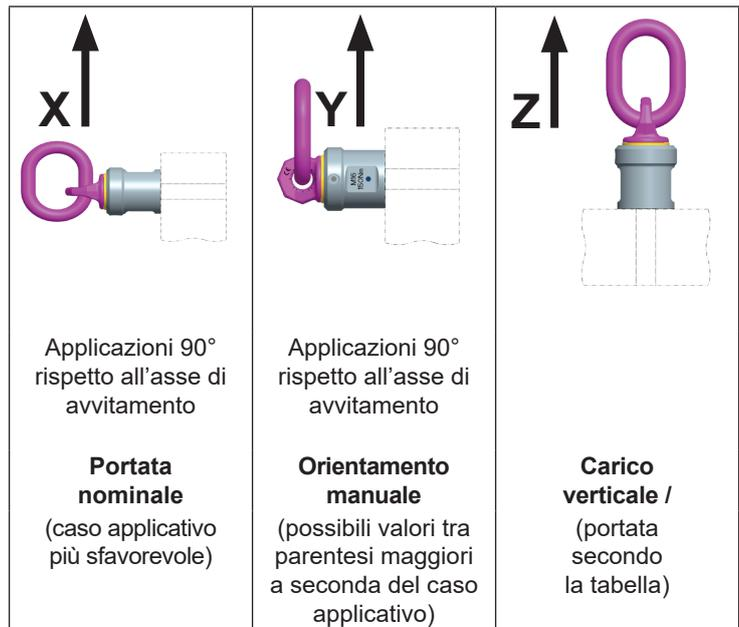

Fig. 9: Direzioni di carico
- Sul componente è indicata la portata nominale. La portata nominale corrisponde al caso applicativo più sfavorevole (vedi Fig. 9 – fig. X).
- Con una rotazione inferiore a  $90^\circ$  rispetto all'asse di avvitamento (Fig. 9 figg. X e Y), la portata per ciascun VWBM è limitata alla portata nominale.
- Con l'anello di carico / anello di aggancio orientato manualmente (vedi Fig. 9 - fig. Y) si possono applicare i valori() più alti dalla *Tabella 3* se non si effettua la rotazione o il capovolgimento.
Se il golfare VWBM viene caricato soltanto verticalmente (in direzione assiale del filetto, vedi Fig. 9 - fig. Z), è possibile applicare i relativi valori di portata indicati nella *Tabella 3* (angolo di inclinazione  $0^\circ$ ).
Il movimento rotatorio continuo sotto carico non è tuttavia ammesso in nessuna direzione di carico (Fig. 9).
- Con una rotazione inferiore a  $90^\circ$  rispetto all'asse di avvitamento (Fig. 9 figg. X e Y), la portata per ciascun VWBM è limitata alla portata nominale (Tabella 3: colonne con angolo di inclinazione  $90^\circ$ ). La portata nominale è indicata sul componente e compresa nella denominazione del prodotto (Tabella 2 e Tabella 3: ad es. VWBM 1 t M16).
- Con una rotazione inferiore a  $90^\circ$  rispetto all'asse di avvitamento, la portata maggiore "Y" **non** è ammessa (Fig. 9 – fig. Y / valore tra parentesi nella Tabella 3).
- Se la rotazione avviene esclusivamente in verticale rispetto all'asse di avvitamento (Fig. 9– fig. Z), è possibile applicare i relativi valori di portata indicati nella Tabella 3 (angolo di inclinazione  $0^\circ$ ).